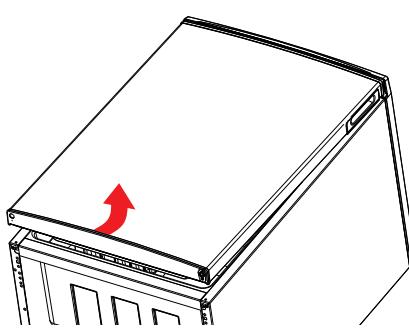

Abb. 3
- Heben Sie mit beiden Händen die Kühlraumtür unten leicht an und ziehen Sie die Kühlraumtür aus dem oberen Scharnier heraus (Abb. 3).